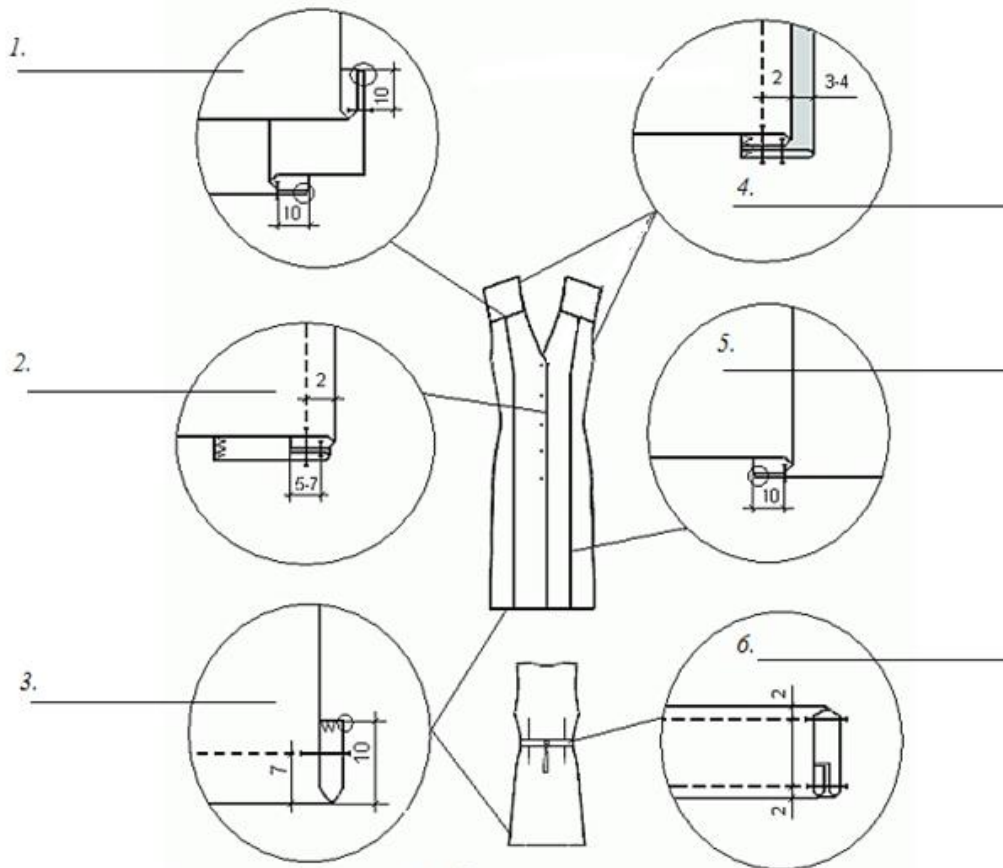

рис. 1
- 1) подпишите на деталях края (рис.1) названия деталей и линии середины деталей (1,2,3,4,5);
1) рис.1
4. Назовите швы, которые используются в пошиве предложенного изделия (рис. 1):
5. Назовите линии соединения деталей, которые изображены на рис. 1: